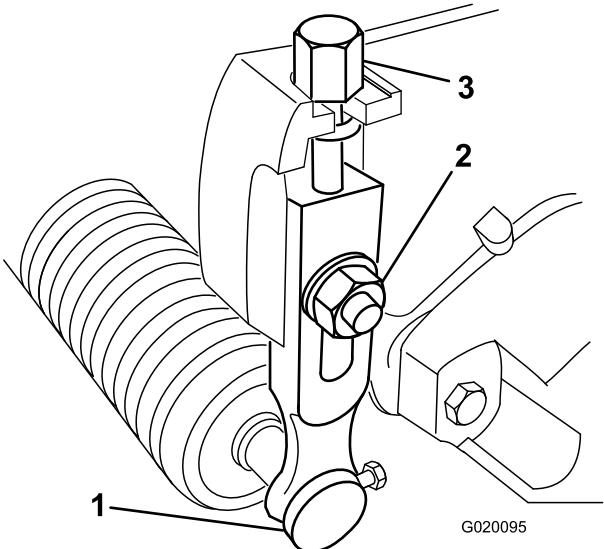

Figure 8
- Desserrez les contre-écrous qui fixent les bras de hauteur de coupe aux plaques latérales du plateau de coupe (Figure 8).